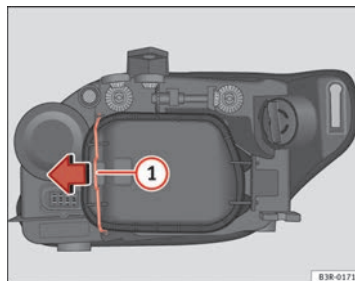

Abb. 199 Standlicht
- Den Spanner ⇒ Abb. 199 ① in Pfeilrichtung bewegen und den Deckel abnehmen, indem zuerst die Seite des Spanners und danach die beiden Laschen des anderen Endes des Deckels abgenommen werden.